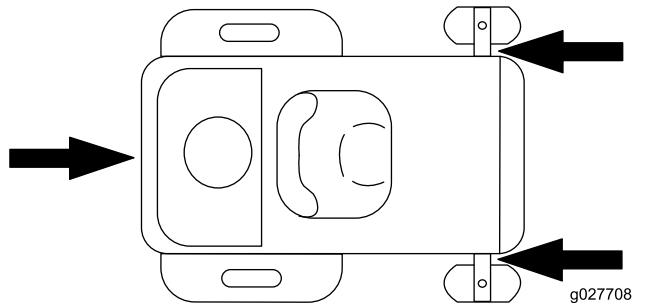

Figura 40
- Prenda muito bem a máquina ao atrelado ou carrinha com tiras, correntes, cabos ou cordas. Utilize apenas os quatro pontos de reboque designados no cortador – dois no lado esquerdo e dois no lado direito (Figura 40). Utilize estes locais mesmo quando transportar o cortador com um acessório instalado. Utilizar locais não indicados pode causar danos ao cortador e/ou acessório.